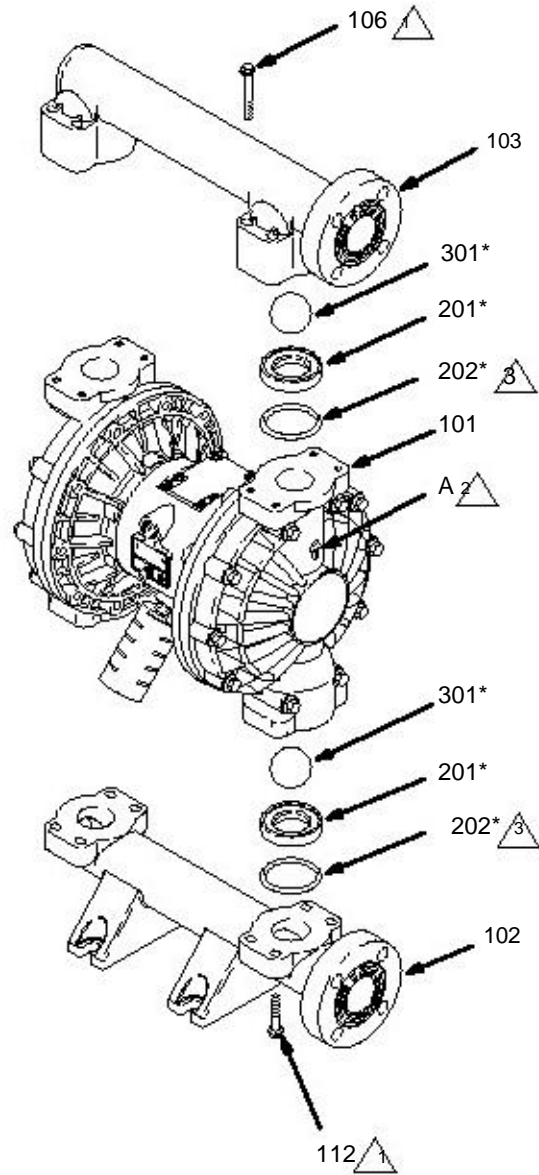

Fig. 11
3. 使用 10 mm 套筒扳手, 拆下出口处 (103与流体盖 (106) 之间的8颗螺栓 (106)). 见图11.
4. 拆下阀座 (201), 球阀 (301), 和O型圈 (202).
2. 按照图11以倒序重新组装. 检查并确定球阀是否完全组装好, 如图所示. 流体盖(101) 的尖头 (A) 必须对准歧管(103)出口.
-  尖头 (A) 必须对准歧管 (103)出口.